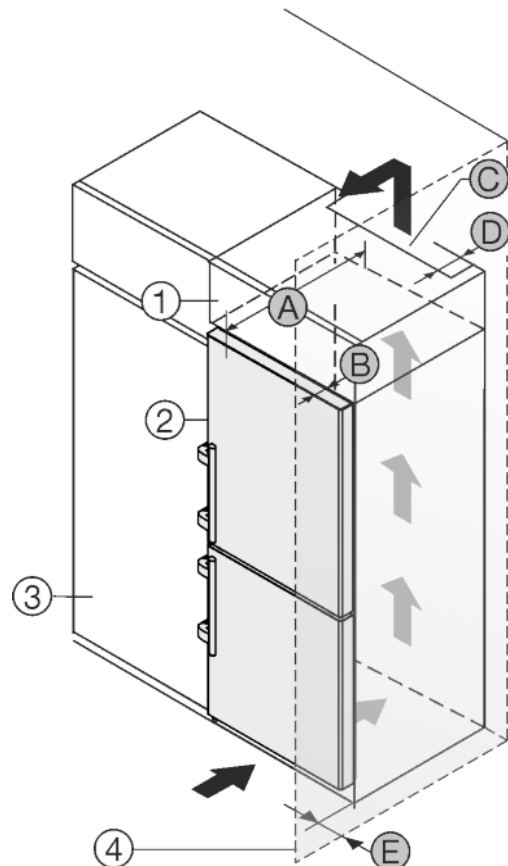

Fig. 27
Das Gerät kann mit Küchenschränken umbaut werden. Um das Gerät *Fig. 27 (2)* der Küchenzeilenhöhe anzugleichen, kann über dem Gerät ein Aufsatzschrank *Fig. 27 (1)* angebracht werden.
Das Gerät kann direkt neben dem Küchenschrank *Fig. 27 (3)* aufgestellt werden. Um die Türe vollständig öffnen zu können, muss das Gerät um die Tiefe *Fig. 27 (B)* gegenüber der Küchenschrankfront vorstehen. Abhängig von der Tiefe der Küchenschränke und Verwendung von Wandabstandshaltern kann das Gerät weiter herausragen.
- An der Rückseite des Aufsatzschrankes muss ein Abluftschacht mit der Tiefe *Fig. 27 (D)* über die gesamte Aufsatzschrankbreite vorhanden sein.
- Unter der Raumdecke muss der Entlüftungsquerschnitt *Fig. 27 (C)* eingehalten werden.
Wenn das Gerät mit den Scharnieren neben einer Wand *Fig. 27 (4)* aufgestellt wird, muss der Abstand *Fig. 27 (E)* zwischen Gerät und Wand eingehalten werden. Dies entspricht dem Griffüberstand bei geöffneter Tür.